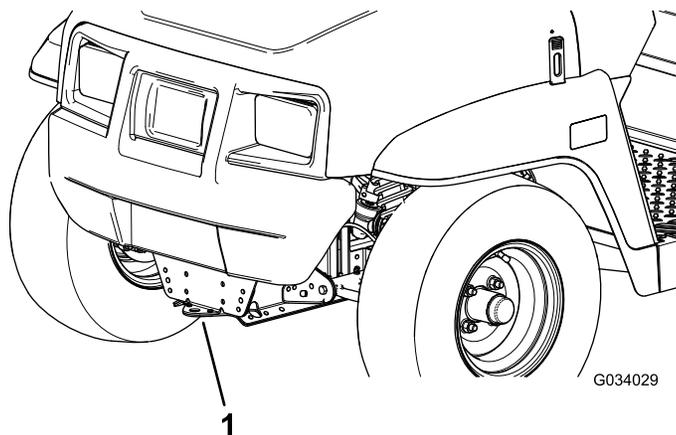
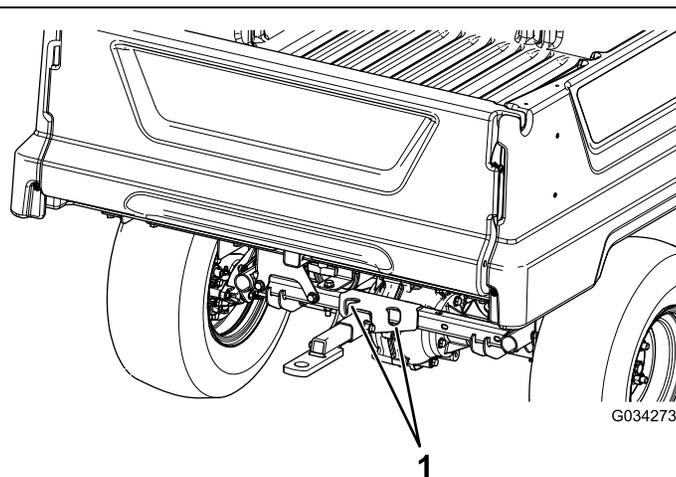

图 21
图 22
长距离移动时请使用带全宽斜面的拖车。确保将机器固定到拖车上。请参阅图 21 和图 22 查看机器栓系点的位置。
2. 将拖绳系在机器机架前面的拖曳板上图 21。